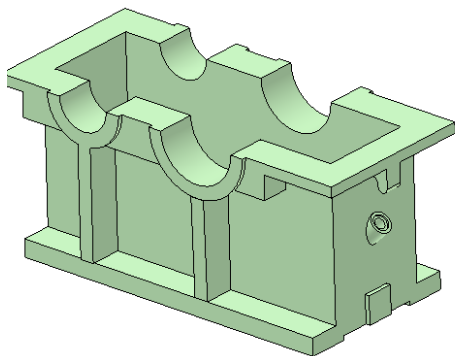

图 9-49 拉伸完毕后的零件
③单击【确定】按钮完成方形凸台的拉伸，如图 9-49 所示。